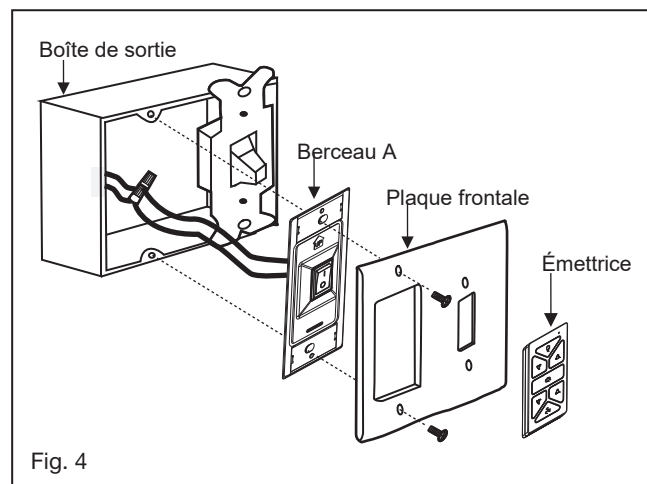

Fig. 4
- 3 Soulevez la boule/la tige de suspension/le ventilateur dans l'ouverture de suspension du support. **REMARQUE** : La languette opposée à l'ouverture du support de suspension doit s'insérer dans la fente de la boule. (Fig.4)
- 2 Connectez les fils noirs du commutateur dans le berceau A aux fils noirs dans le boîtier de commutation. Fil d'entrée chaud vers l'un des fils du commutateur du socle. Le fil d'alimentation du ventilateur est connecté au fil de l'interrupteur restant. (Fig. 4)
Un flux d'air VERS LE HAUT déplace l'air plus chaud hors de la zone du plafond, comme le montre la figure 4. Cela vous permet de régler votre unité de chauffage sur un réglage plus frais sans affecter votre confort.